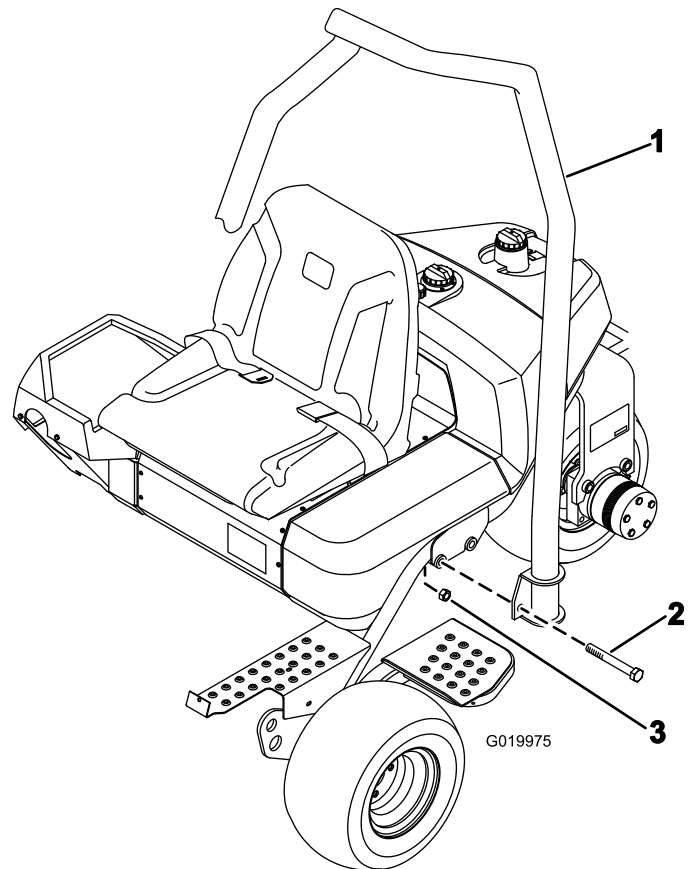

Figure 7
1. Positionnez l'arceau de sécurité de sorte que la partie courbe en haut du tube soit dirigée vers l'avant de la machine (Figure 7).
2. Abaissez l'arceau de sécurité sur le cadre en l'alignant sur les trous de fixation (Figure 7).
- Fixez chaque côté de l'arceau de sécurité au cadre avec 2 boulons ( $\frac{5}{8}$ " x  $4\frac{1}{2}$ ") et contre-écrous, comme montré à la Figure 7.